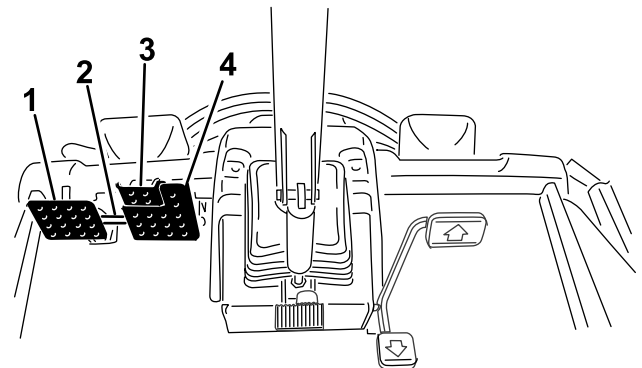

Figure 28
- Déconnectez le verrou de blocage des pédales (Figure 28).